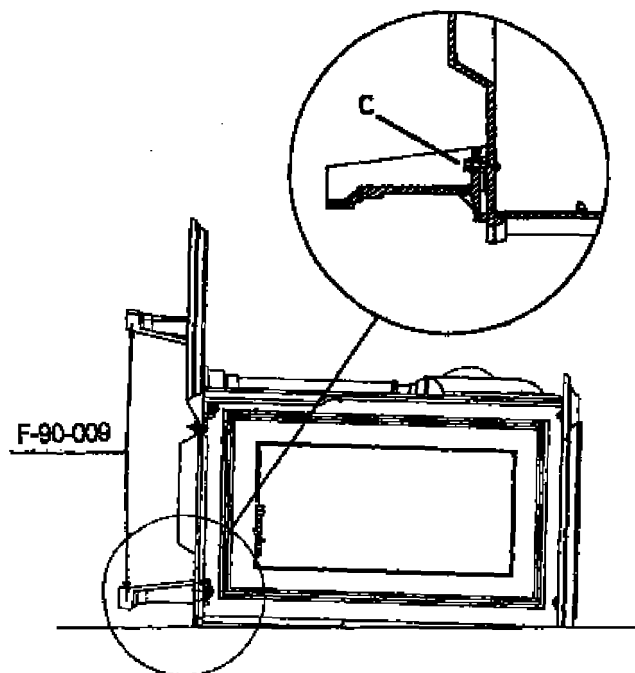

Fig. 3
4. Situar las patas (F-90-009) en los alojamientos destinados al efecto bajo la bandeja y el fondo, sujetándolas mediante tres tornillos (M.8x15, exagonal) con arandela (Fig. 3, detalle "C").